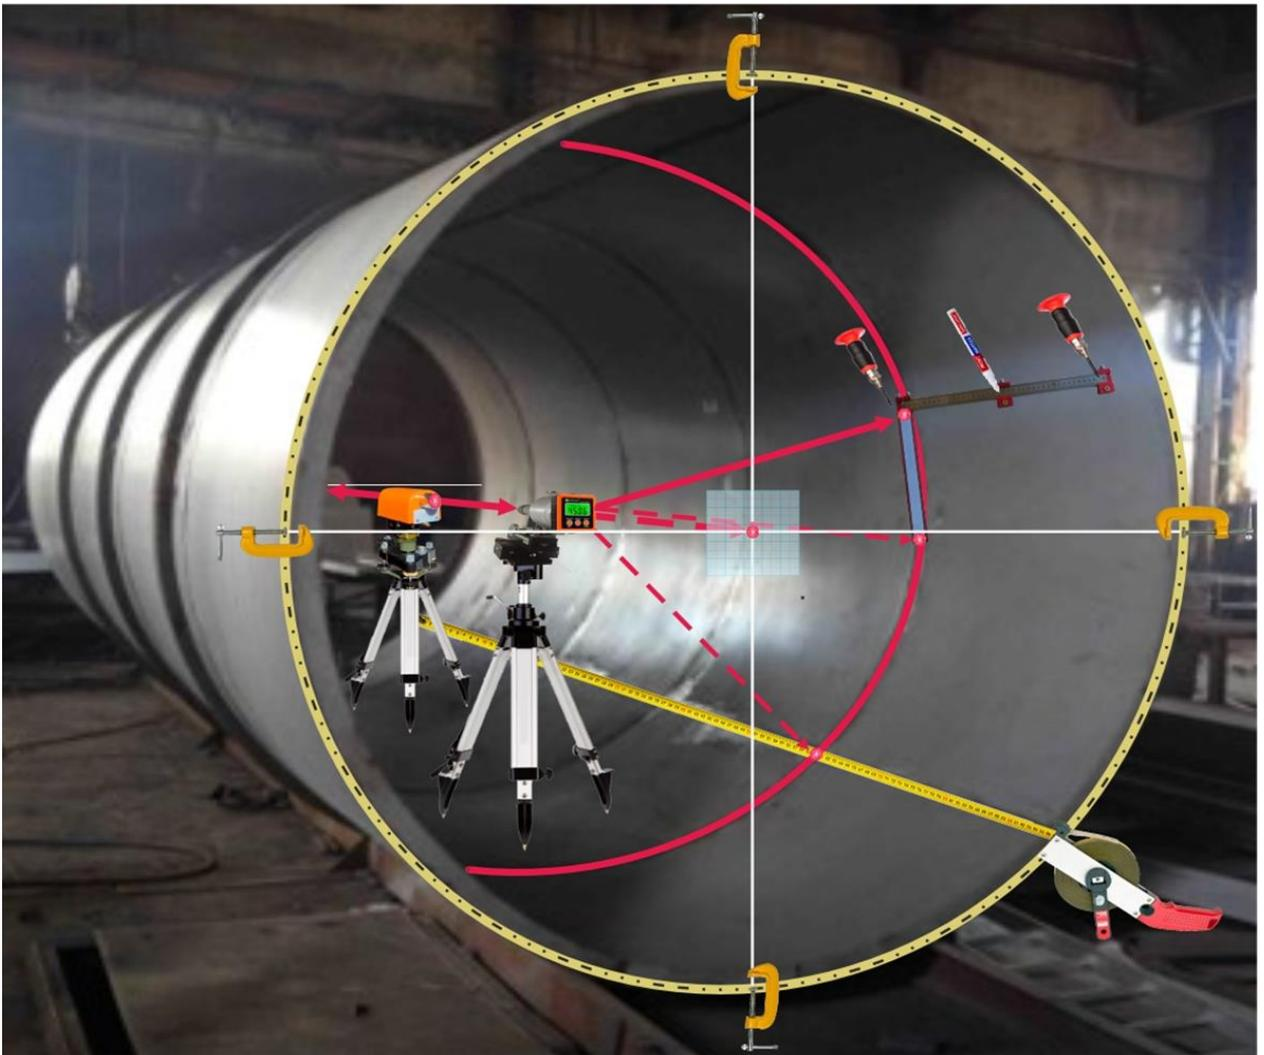

Рисунок 2
- 4) Пентаблок со штативом переносим вдоль луча лазера на новое положение. Настраиваем его методом, описанным в разделе 8.3, пункты 4, 5, 6, 7. Смотреть (Рисунок 2).